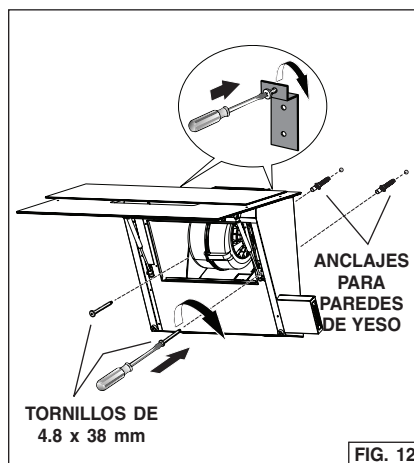

FIG. 12
- Marque e instale (2) anclajes para pared de yeso adicionales como se muestra. Fig. 12.
- Fije la campana a la pared con (2) tornillos de montaje de 4.8 x 38 mm.